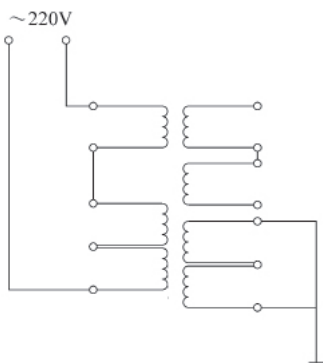

图 2-85 变压器的等效电路
- 1) 查阅该变压器的等效电路，如图 2-85 所示，其一次绕组直接连接 220V 交流电源。